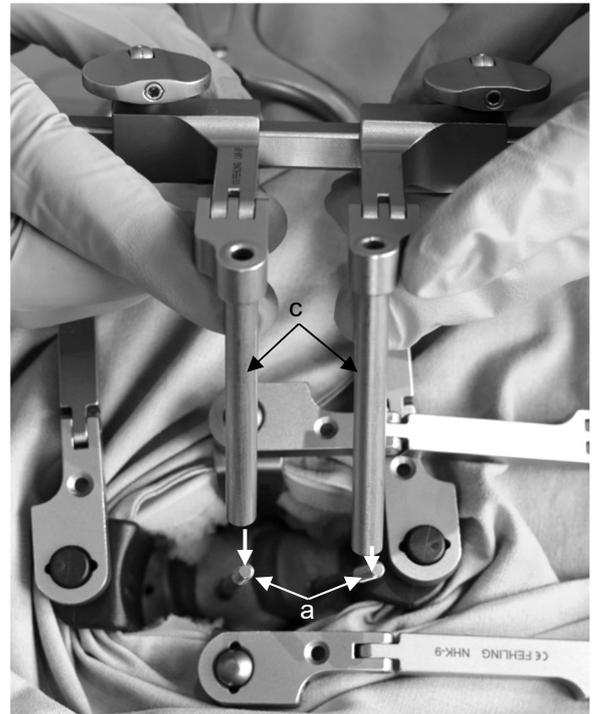

Abb. 10
6. Die Aufnahmetuben (c) des CONCEPT HWS Intervertebraldistraktors werden über die beiden Distractionspins (a) geführt (Abb. 10) und anschließend kann der CONCEPT HWS Intervertebraldistraktor auf die beiden ATLAS HWS-Spreizer abgelegt werden.